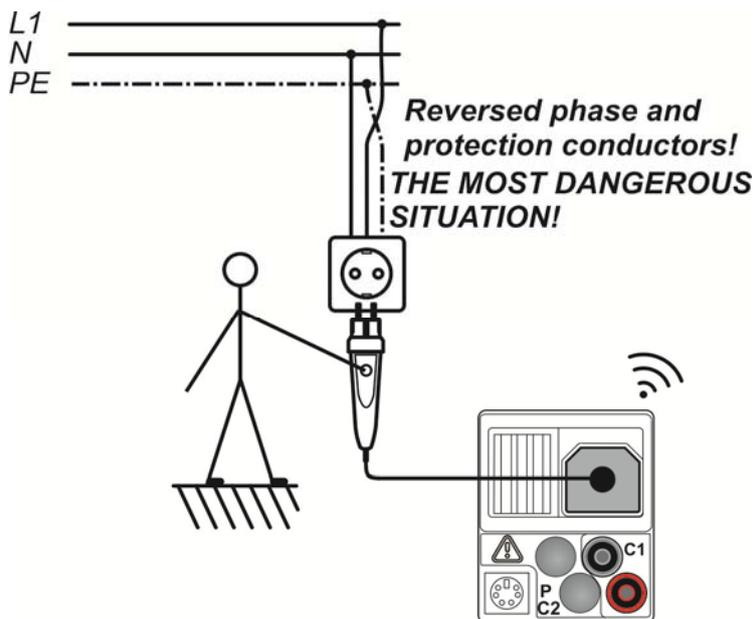
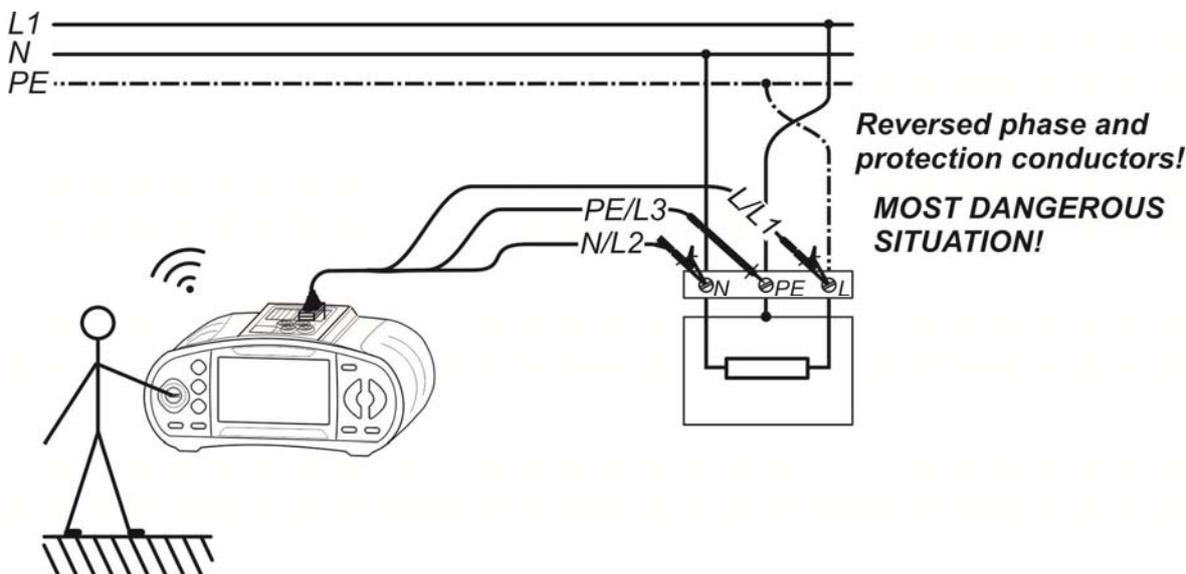

Abbildung 5.43: Vertauschte L- und PE-Leiter (Commander-Prüfstecker)
Abbildung 5.44: Vertauschte L- und PE-Leiter (Verwendung der Dreileiter-Prüfleitung)
- ❑ **Schließen Sie** die Prüfleitungen an den Prüfling an (siehe *Abbildung 5.43* und *Abbildung 5.44*)